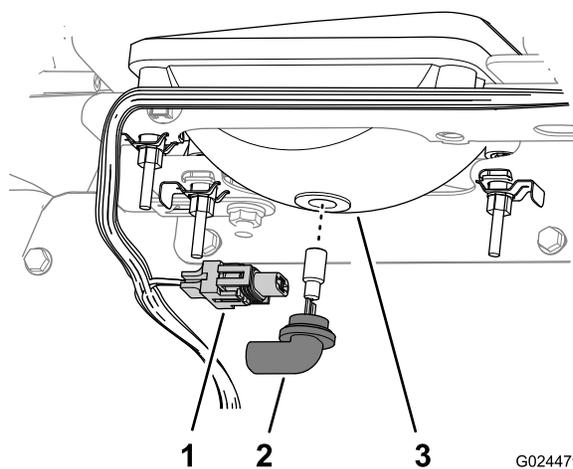

Figure 49
3. Débranchez le connecteur électrique du faisceau du connecteur de l'ensemble lampe situé au dos du boîtier du phare (Figure 49).
4. Tournez l'ensemble lampe de 1/4 de tour dans le sens antihoraire et tirez-le en arrière hors du boîtier (Figure 49).
5. Insérez l'ensemble lampe neuf dans le boîtier du phare et alignez les languettes de l'ensemble lampe sur les fentes du boîtier (Figure 49).
6. Fixez l'ensemble lampe en le tournant de 1/4 de tour dans le sens horaire (Figure 49).
7. Branchez le connecteur électrique de faisceau au connecteur de l'ensemble lampe neuf (Figure 49).